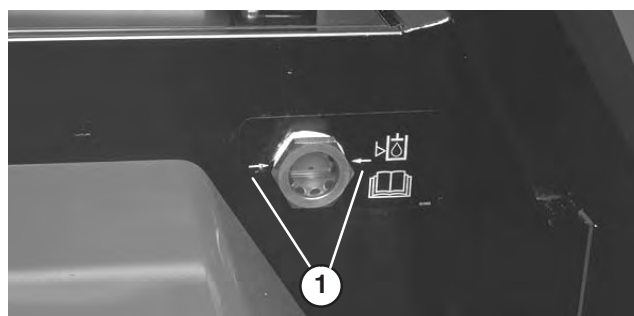

Figure 7
2. Observez le viseur de niveau (Fig. 7). Le niveau d'huile doit atteindre les flèches quand l'huile est chaude. Le niveau d'huile doit être 6 à 13 mm en dessous des flèches quand l'huile est froide.